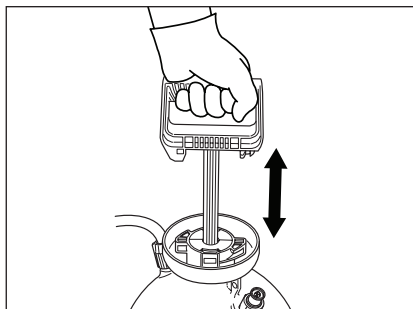

Figure 7. Pressurisez le réservoir
3. Pressurisez le pulvérisateur en pompant avec un mouvement ascendant et descendant régulier. Voir la Figure 7.